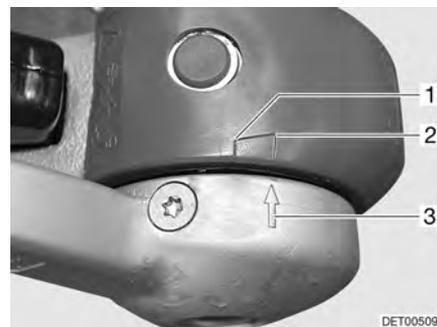

Fig. 196 Forros de fricción
- Cuando la flecha de la arandela de presión (Fig. 196,3) se encuentra delante o en la superficie de marcación (Fig. 196,2) los forros de fricción están todavía nuevos.
- Cuando la flecha de la arandela de presión se encuentra dentro de la superficie de marcación (Fig. 196,1 a 2), los forros de fricción están ligeramente desgastados.
- Cuando la flecha de la arandela de presión se encuentra al final de la superficie de marcación (Fig. 196,1) a la sobrepasa, los forros de fricción están desgastados.